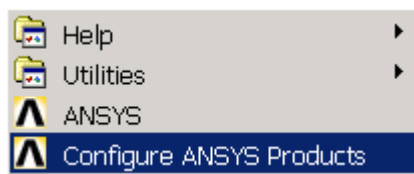

图1.1 程序启动菜单
(1) 单击【开始】|【程序】|【ANSYS 8.1】|【Configure ANSYS Products】，如图 1.1 所示。